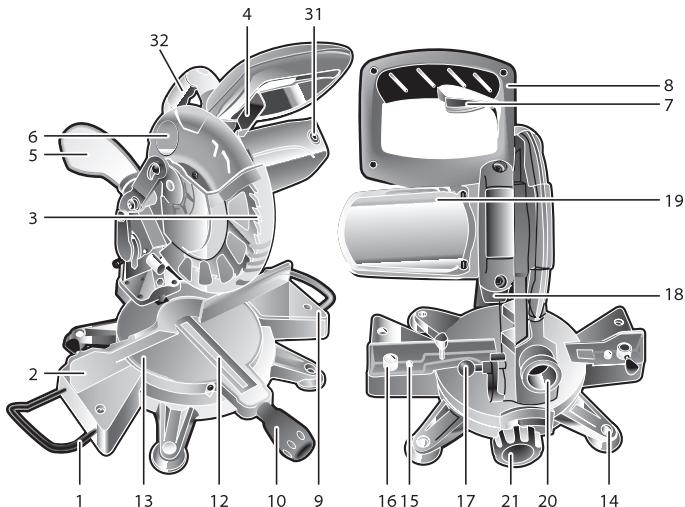

Рис. 1
ВНЕШНИЙ ВИД ТОРЦОВОЧНОЙ ПИЛЫ (Рис. 1)
а) отжав рычаг (4) (Рис. 1), вручную поднимите кожух;